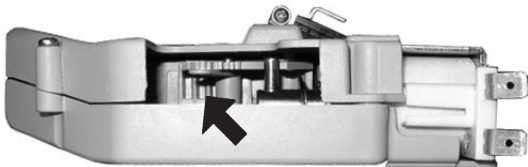

Abb. 49
- den Mitnehmerzahn der inneren Abdeckung in eine der vier möglichen Positionen schieben, die den Bereich der Grundeinstellmenge abdecken (6 g – 7 g – 8 g – 9 g) (Abb. 49).